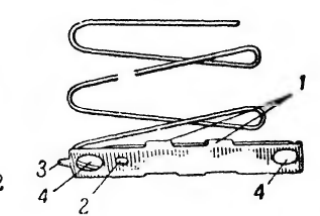

Рис. 43. Защелка крышки:
44. Защелка крышки (рис. 43) служит для крепления крышки. Она имеет: боковые загибы для соединения с пружиной подавателя; отверстие для выступа крышки; задний выступ для направления защелки в коробке; отверстия на концах для облегчения.